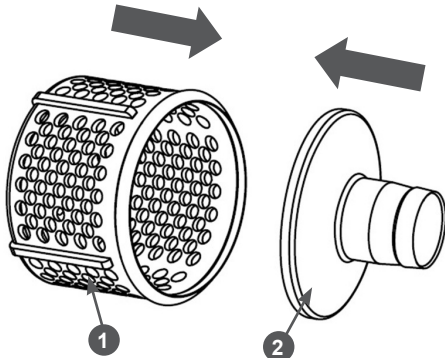

Рис. 13. Сборка всасывающего фильтра
4. Соедините корпус 1 всасывающего фильтра и крышку 2 с патрубком (Рис. 13). Убедитесь, что крышка 2 всасывающего фильтра полностью защёлкнулась на ободке корпуса 1 (Рис. 13).